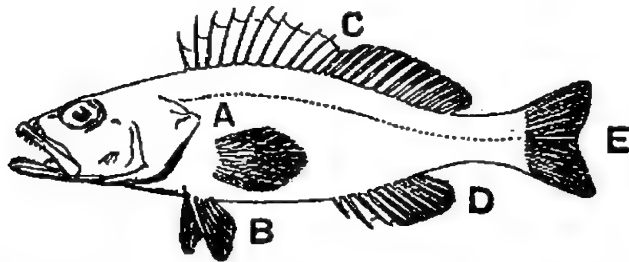

Fig. 233. — Poisson d'eau douce (perche).
**10. Poissons d'eau douce.** — Les principaux sont : la *carpe*, le *brochet*, la *truite*, la *perche* (fig. 233), la *lanche*, le *goujon*, le *gardon*, l'*ablette*, etc. On peut encore citer le *saumon*, qui habite la mer, mais qui, au printemps